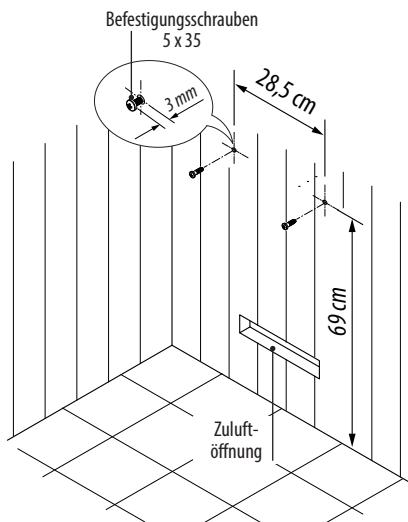

Abb. 3
- Die 2 Spanplattenschrauben gemäß den Maßen in Abb. 3 so in das Holz der Kabinenwand eindrehen, dass zwischen Schraubenkopf und Holz noch ca. 3 mm Platz ist.
3. Den Saunaofen mit den Aufnahmeöffnungen an der Rückwand in die Schrauben einhängen (Abb. 3).